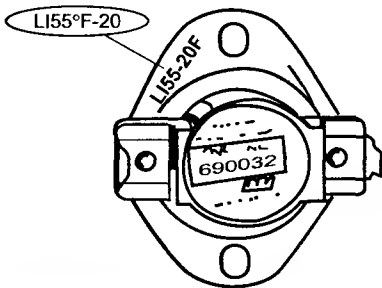
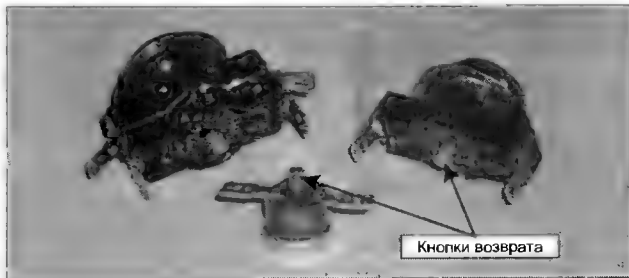

Рис. 9.4. Пример обозначения температур срабатывания
Рис. 9.5. Защитные термостаты
вании мембрана принимает первоначальную форму, и исполнительные контакты вновь замыкаются. По начальному состоянию контактов термостаты бывают нормально закрытыми типа NC т. е. в холодном состоянии контакты такого термостата — замкнуты между собой или нормально открытыми типа NO (NA) (контакты изначально не замкнуты). На корпусах термостатов или на их металлических крышках обычно имеется маркировка с обозначением состояния контактов и значением температуры срабатывания. Например: 130 NC — нормально закрытый (контакты замкнуты) термостат с температурой включения 130 °С, или 30 NO (NA) — нормально открытый (контакты незамкнуты), температура срабатывания 30 °С. Обозначения NO или NA зависят от страны-производителя данного изделия. На термостатах привозных СМА может также присутствовать маркировка с обозначением температуры по шкале Фаренгейта. Например, на рис. 9.4 показан подобный термостат. Его маркировка обозначает температуру включения и сброса. По функциональному назначению термостаты бывают регулируемые и защитными. Защитные термостаты имеют в основе биметаллическую мембрану. В отличие от регулируемых термостатов мембрана в защитном после остывания не возвращается в первоначальное положение. Для повторного включения после остывания в корпусе термостата сделана специальная кнопка, которая при нажатии возвращает мембрану в первоначальное положение. На рис. 9.5 показаны некоторые модели защитных термостатов. По